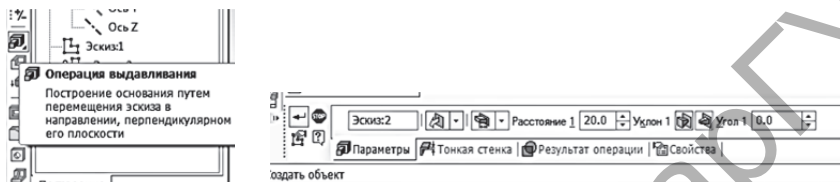

Рисунок 2.7
7. На панели редактирования детали щёлкните на кнопке «Операция выдавливания». Внизу экрана появится панель свойств, задайте на ней параметры выдавливания: «Прямое направление»; «Расстояние 1» — 20,0. Ввод параметров заканчивается щелчком на кнопке «Создать объект» (рис. 2.7).